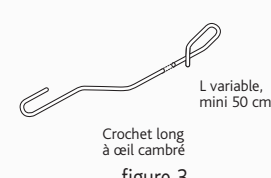

figure 3
- Les crochets longs à œil cambrés s'emploient pour la fixation des tuiles de couvert en partie courante de couverture. (voir figure 3)